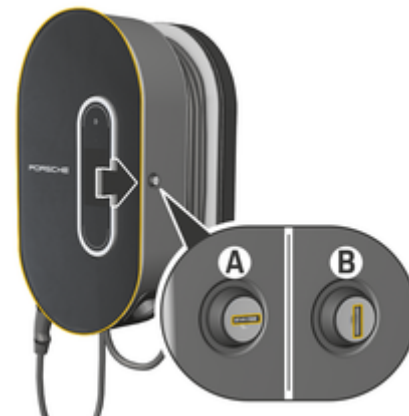

Fig. 502 Doc de încărcare
- ▶ Rotiți încuietoarea în poziția **A** (Fig. 502).
- ▶ Rotiți încuietoarea în poziția **B** (Fig. 502).